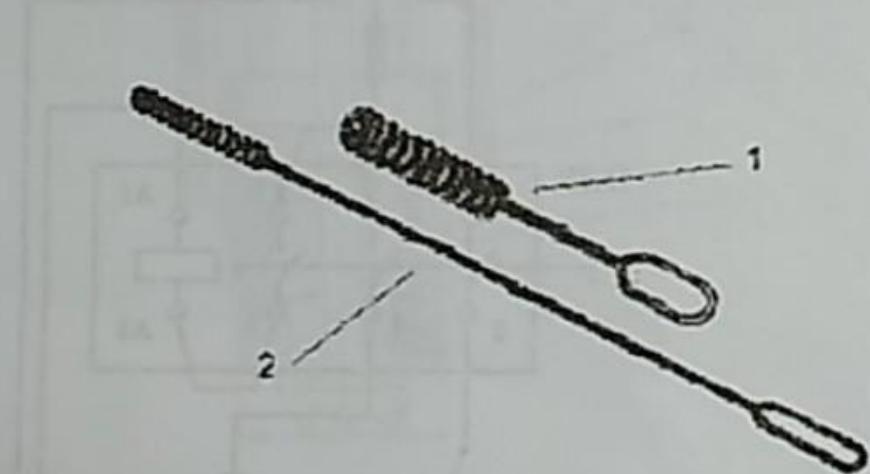

Рисунок 6 Йоржі для чищення доїльного апарату
5.4.4 Для ретельнішого промивання молочних шлангів і дійкової гуми рекомендується періодичне застосування йоржів (рис.6.).